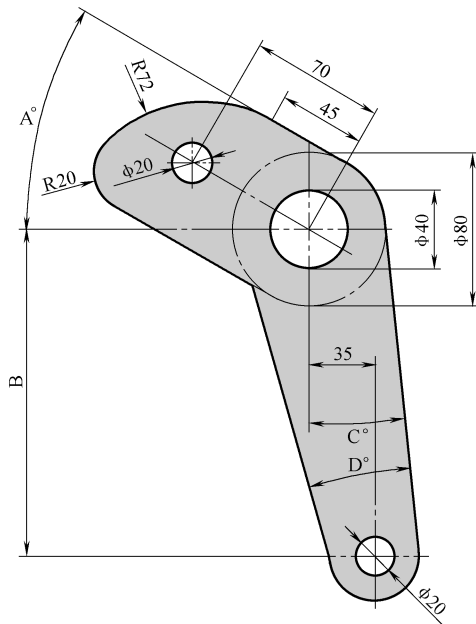

图 A-11 练习题 11
11. 参照图 A-11 绘制图形，请问图形中深色区域的面积是多少？